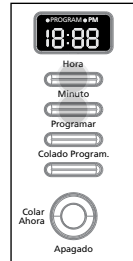

Figura 1
2. Presione y sostenga los botones HORA y MINUTO hasta que alcance la hora actual. EL indicador de PM se iluminará en la parte superior de la pantalla. (Figura 1).